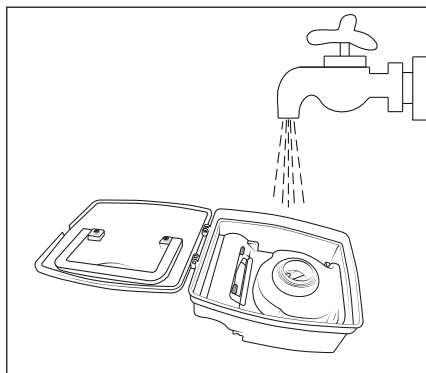

Fig. 10
- 5) Pastroni koshin e pluhurit **12** me ujë të ftohtë ose të vakët (shih Fig. 10). Lëreni koshin e pluhurit **12** të thatet plotësisht në ajër përpara se ta vendosni përsëri në pajisje.